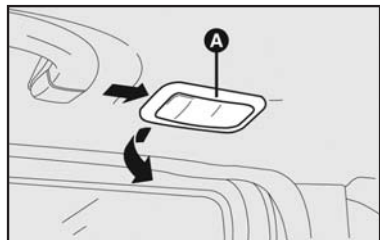

fig. 34
- Com uma chave de fenda, retirar o conjunto da luz interna **A-fig. 34** agindo no ponto indicado pela seta.